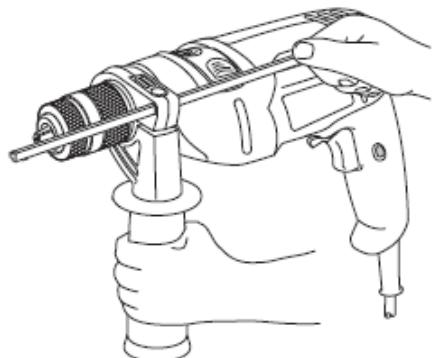

FIGURA 4
2. Ajuste la guía de profundidad (ítem 8 de la figura 1) en el orificio de montaje como ilustrado en la figura 4, ajuste la profundidad de perforación deseada, apriete el mango de apoyo girando el puño en sentido horario.